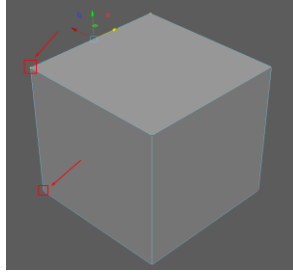

Рис. 2.21. Особливості застосування режиму редагування *Vertex* (Режим точок)
- *Vertex* (Режим точок) (рис. 2.21):